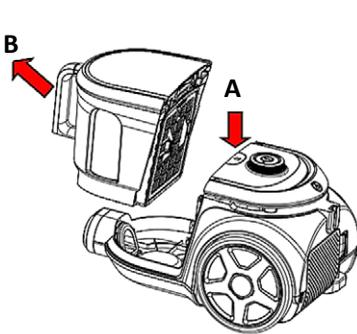

Fig. 7
1. Come in **Fig.7**, tenere il contenitore della polvere e la maniglia e premere il pulsante di rilascio (**A**).
2. Come in **Fig.7**, togliere il contenitore della polvere dalla macchina (**B**).